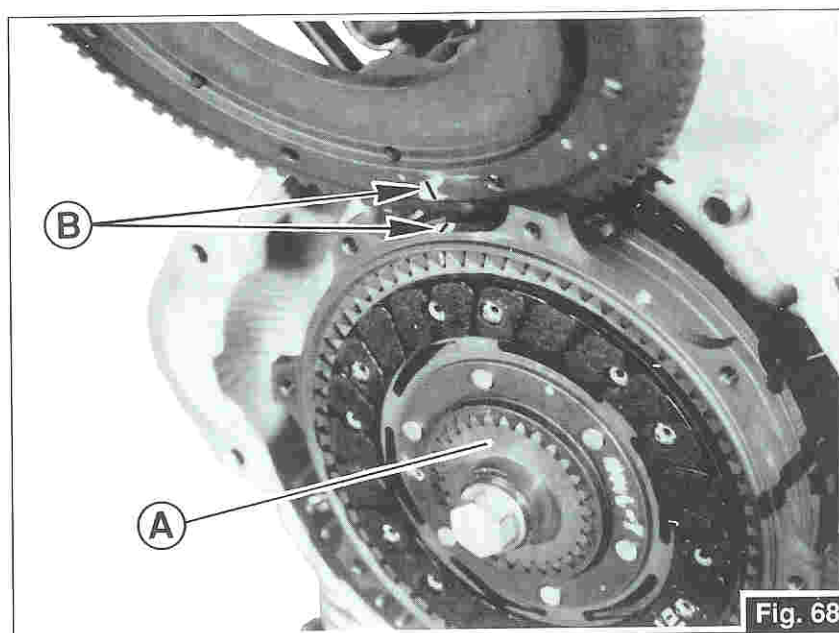

Fig. 68
- Per il centraggio dei dischi frizione utilizzare l'apposito attrezzo «A» (cod. 30 90 65 10); bloccare le viti di tenuta della corona avviamento al volano alla coppia di serraggio di Kgm. 1,5÷1,7. Nel montaggio della corona di avviamento sul volano rispettare i contrassegni «B» indicati in Fig. 68.
- To centre the clutch plates, use the appropriate tool «A» (part no. 30 90 65 10); tighten the screws holding the starting ring gear to the flywheel at 1.5÷1.7 kgm torque. When fitting the starting ring gear to the flywheel, observe marks «B» shown in Fig. 68.